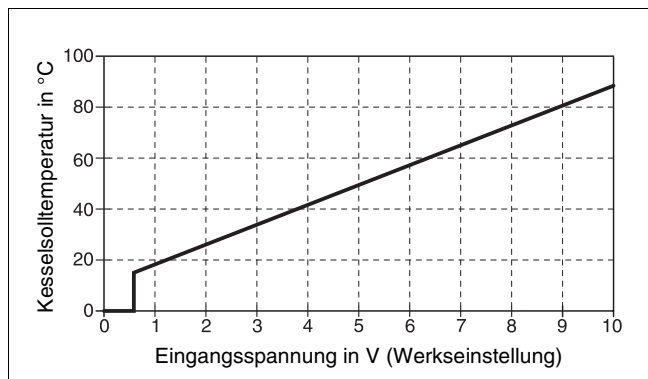

Abb. 18 Eingang 0 – 10V
- Abb. 18 zeigt die Werkseinstellung.